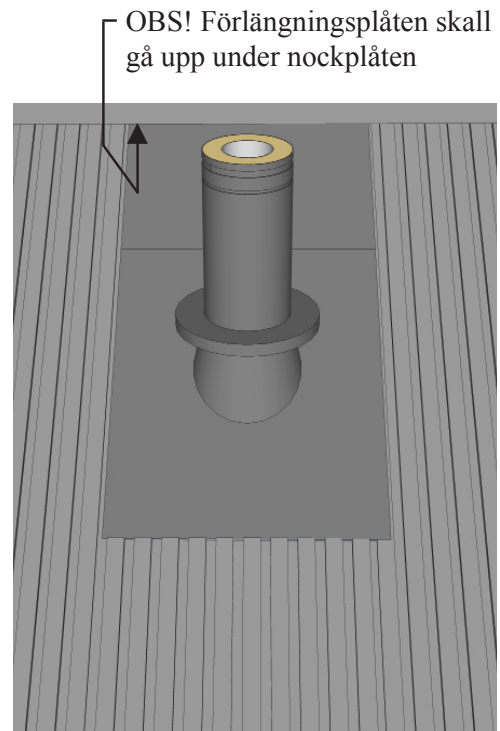

Fig.3
4. Montera takstosen genom att trä den över skorstenen och ned mot teglet/plåttaket. Vid tegeltak kan den övre delen av takstosen träs in under tegelpannorna alternativt att gummiduk MGD (extra tillbehör) limmas på stosens överdel och läggs under pannorna. Vid plåttak monteras en förlängningsplåt ovanpå takstosens översida och vidare efter plåttakets ovsida och upp under taknocksplåten. (Se Fig 3 och 4). För bättre passform mot ex. tegel/betongpannor eller takplåt – klipp takstosens nedre kant efter takpannornas profilering med en fasonsax (plåtsax)